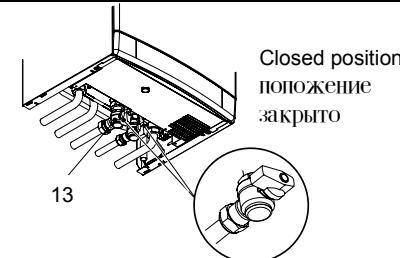

Fig. 2.10
- 2 Shut off the gas supply cock 13 and the cocks for the water circuits fitted under the boiler (Fig. 2.10).
- 2 Перекройте кран подачи газа 13 и краны водяных контуров, расположенные под котлом (рис.2.10). Опорожните системы отопления горячей воды, если это необходимо, как указано в инструкции по монтажу в разделе обслуживание.